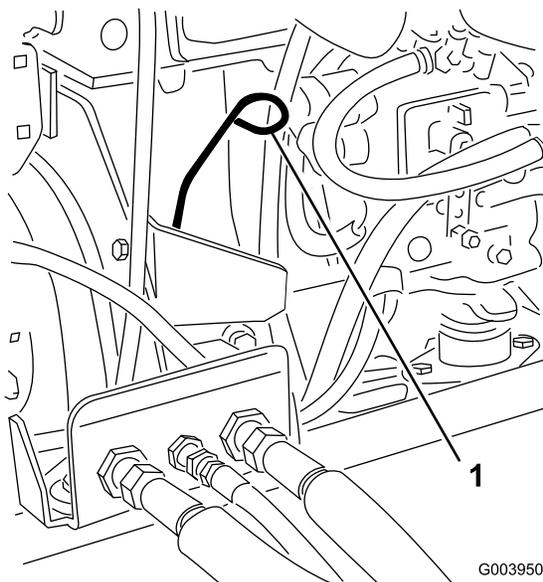

Рисунок 28
3. Извлеките измерительный шуп, тщательно протрите и снова вставьте его (Рисунок 28).